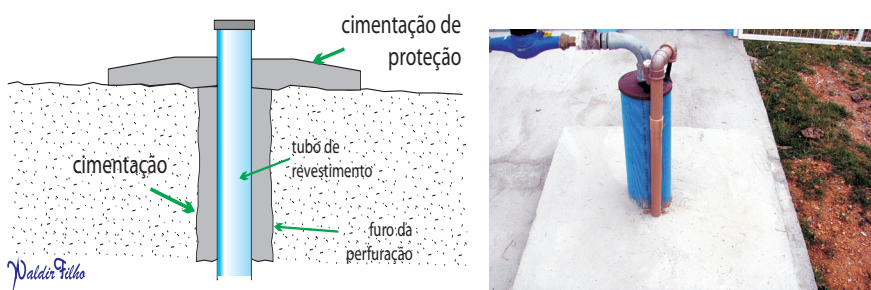

Figura 12. Laje de proteção sanitária e cimentação do espaço anular
- **Laje de Proteção Sanitária:** consiste na confecção de uma laje de concreto, fundida no local, envolvendo o revestimento, devendo possuir caimento do centro para a borda, espessura mínima de 10 cm e área não inferior a 1 m². A coluna de tubos deve ficar saliente no mínimo 30 cm sobre a laje. Serve para evitar a entrada de águas superficiais para dentro do poço. É uma continuação da cimentação do espaço anular, observada na superfície do terreno (Figura 12).